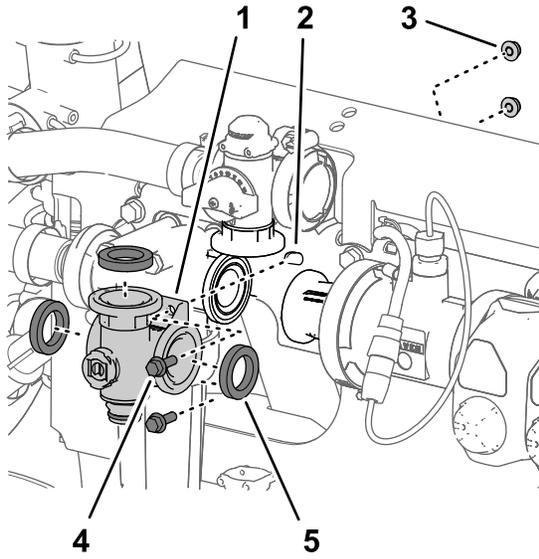
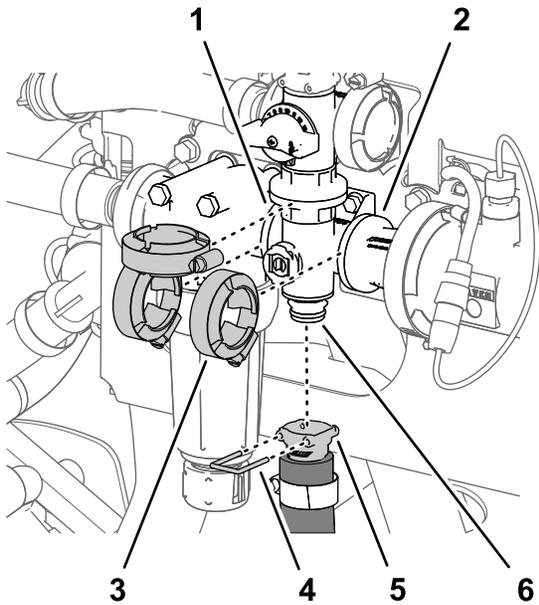

图 135
图 136
1. 将搅拌阀歧管凸缘、3个垫片与搅拌旁通阀、压力式滤头和耦合适配器的凸缘对齐图 135和图 136。
5. 用手拧紧 3 个法兰夹具图 136。
6. 用快速连接销将搅拌软管的快速连接耦合器安装到搅拌阀歧管的快速连接接头上图 136。
2. 用在 拆下搅拌歧管阀 \(页码 72\)中卸下的 3 个法兰夹具将搅拌阀歧管松松固定至搅拌旁通阀、压力式滤头和耦合适配器图 136。